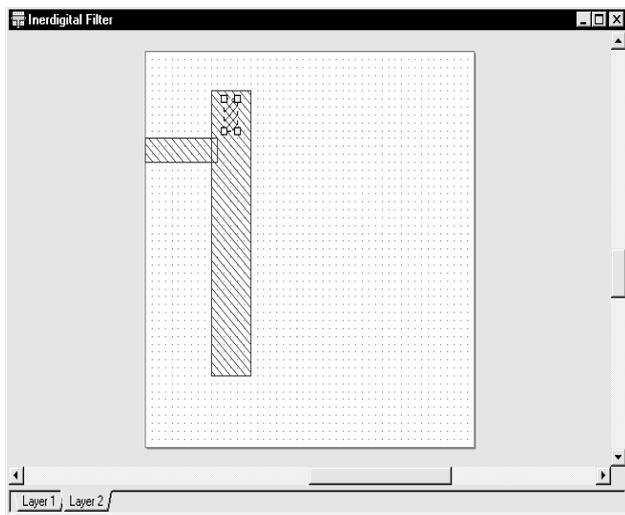

Рис. 4.7
3. Нажмите клавишу **Tab** снова, чтобы открыть диалоговое окно **Enter Coordinates**. Установите флажок в переключателе **Re**, чтобы активизировать относительные координаты. Введите **0.4** в поле **dx**, **0.8** в поле **dy** и нажмите **ОК**. Межслойный переход появится в окне **Interdigital Filter** в виде синих квадратов в угле проводника, что указывает на то, что переход выбран (см. рис. 4.7).